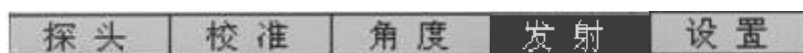

图 2.5
1、按“调校”快捷键，直接进入调校功能组主菜单，再按与“发射”相应的功能键，进入到发射子菜单，如图 2.5 所示。